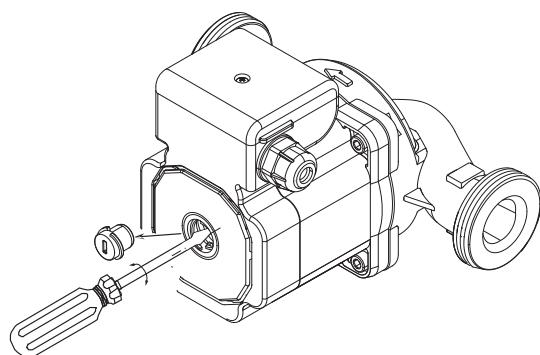

Fig. 6
Se la pompa rimane inattiva per lunghi periodi prima di rimettere in marcia il gruppo controllare che l'albero non sia bloccato da incrostazioni o altre cause (fig. 6).
- Remove the air release plug and turn the shaft with a screwdriver (fig. 6);
In the event of prolonged standstill periods, before restarting the unit, check that the shaft is not jammed (fig. 6).